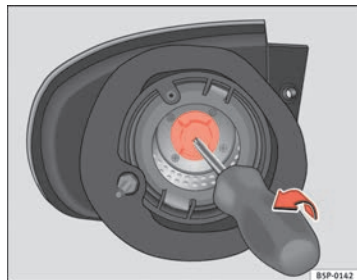

Abb. 194 Blinklicht
- Nehmen Sie den Lampenträger des Blinkers mit einem Schraubendreher in Pfeilrichtung heraus ⇒ Abb. 194.